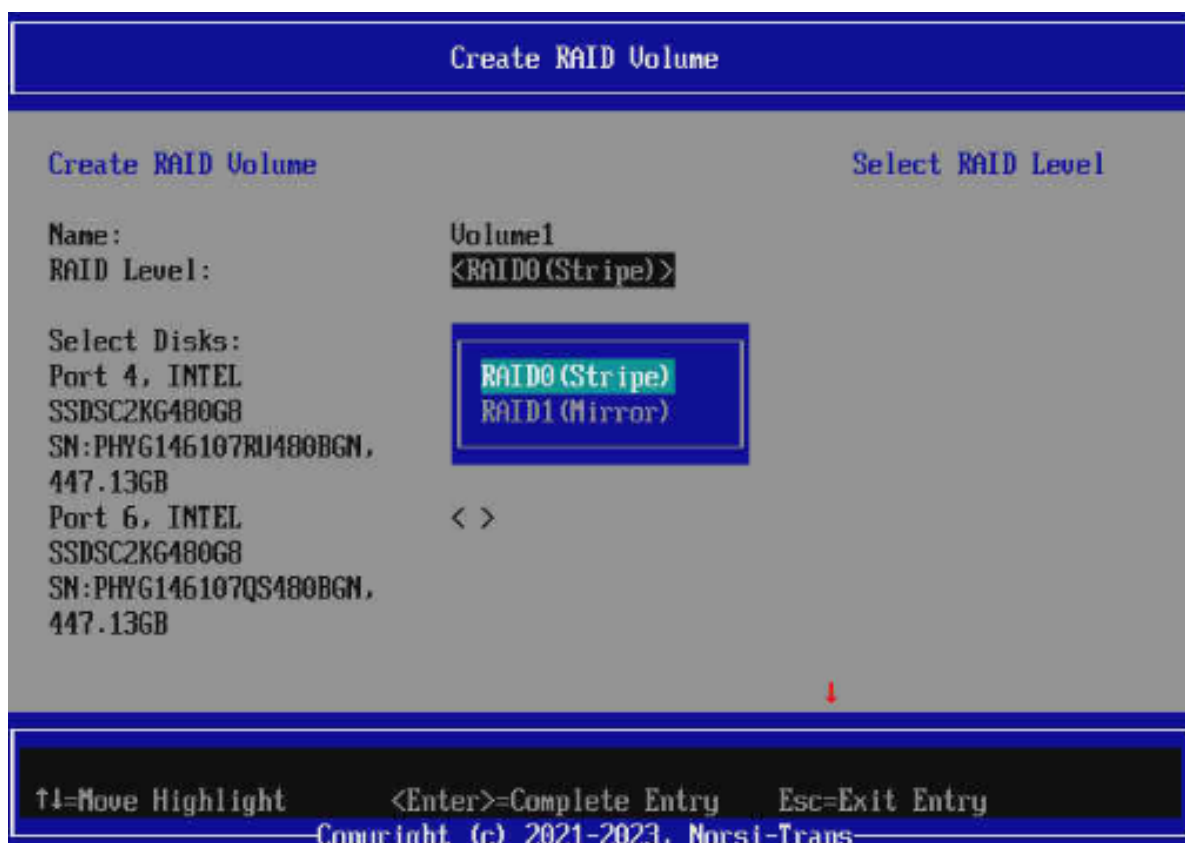

Рис. 82. Меню Intel (R) VROC
- 6) Во вкладке «Intel(R) VROC Sata controller» перейдите во вкладку «Create RAID Volume». Создаем один из массивов «RAID0 (Stripe)» или «RAID1 (Mirror)» Окно показано на рис. 82 Меню Intel \(R\) VROC.